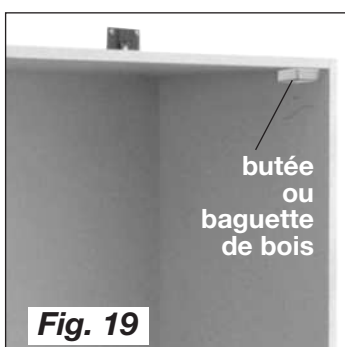

Fig. 19
- Pour éviter que le Bettlift plus de 90° dans le corps nous vous recommandons de monter des butées en haut à gauche et à droite (ou utiliser une baguette de bois), voir **fig. 19**.